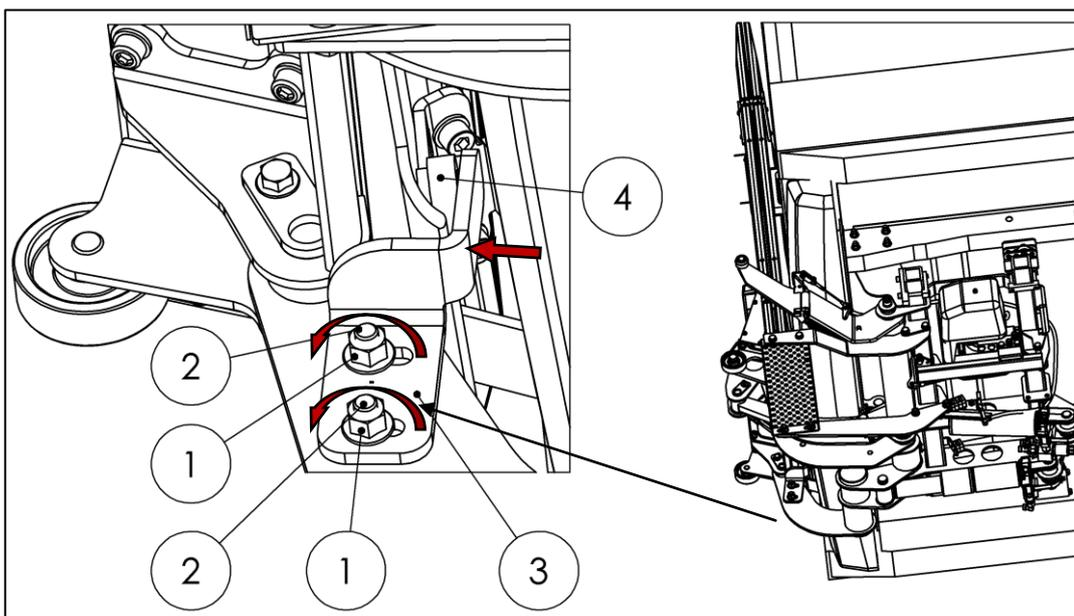

Fig. 80
- Afloje las tuercas (1) y los tornillos (2) del tope (3).
- Presione el tope (3) firmemente contra el disco de plástico (4) (ver Fig. 80).